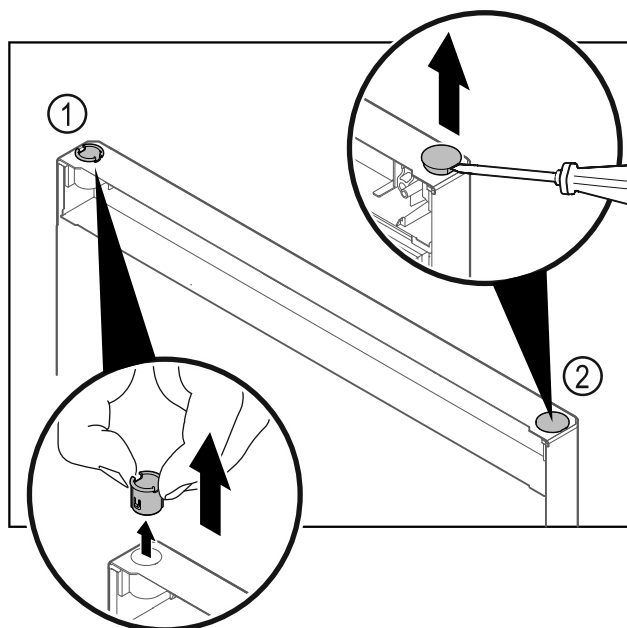

Fig. 28
- ▶ Pušo tečaja Fig. 28 (1) snemite s prsti.
- ▶ S ploščatim izvijačem previdno dvignite krovni čep Fig. 28 (2) in ga izlecite.